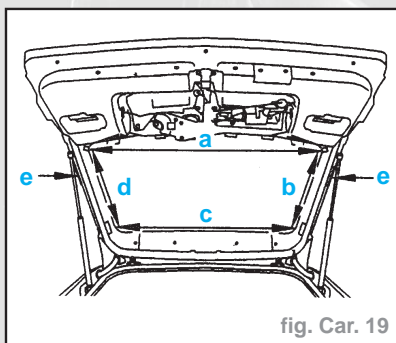

fig. Car. 19
- Équiper le couteau électrique de la lame (3) :
- régler la butée à une longueur de **30 mm** (pour le côté a) (fig. Car. 19)
- régler la butée à une longueur de **32 mm** (pour le côté c) (fig. Car. 19)